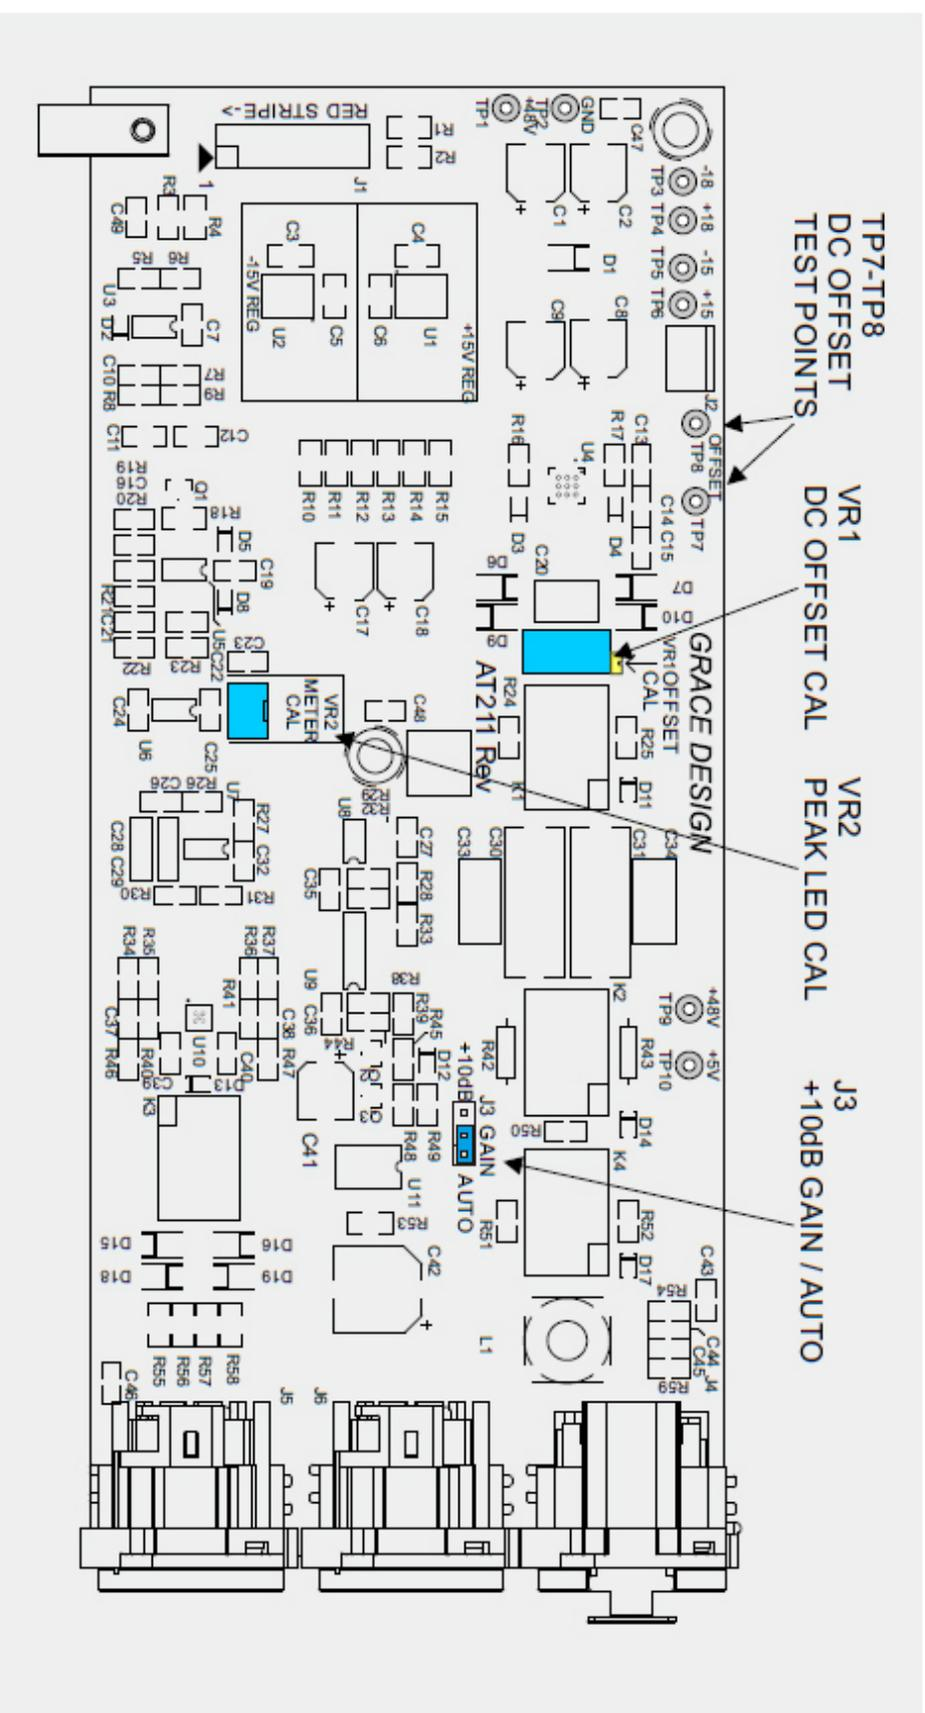

figure 3 - offset test point and peak LED adjust trimpots
- 6、もしレベルメーターがアンバランス入力の機器の場合は、図 3 を参照してターミネーションを行ってください
- 9、チャンネル 1 のオーディオ基板の VR2 (図 3 を参照してください) を調整して、ピーク LED が緑色と赤色の間になるよう調整します。同じ動作をチャンネル 2~8 まで繰り返します。
\*次ページの図3を参照の事
- 5、トップカバーを外して、調整したチャンネルのDCオフセットのテストポイントであるTP7とTP8(図3を参照)を確認します。ボルトメーターをこれらの穴にセットしてDC電圧を計測します。+/- 0.02V以内に収まっている必要があります